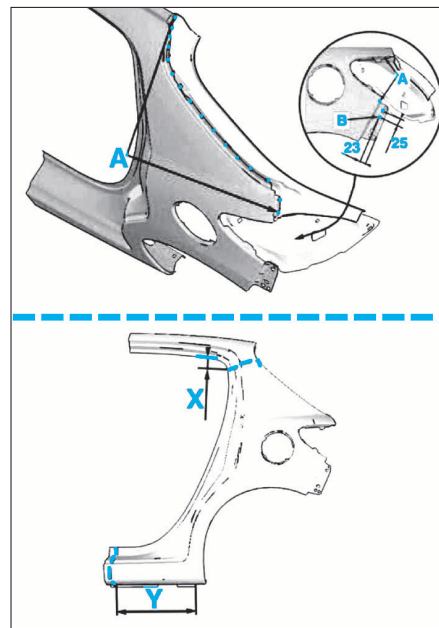

FIG. 44
• Découper l'aile AR neuve, comme illustré (Fig.44).